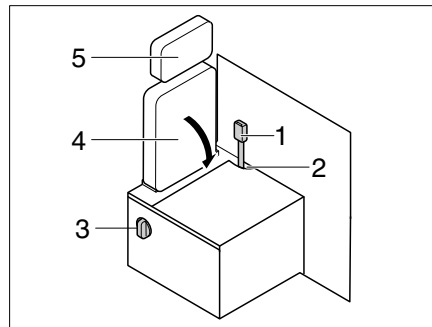

Fig. 218 Trasformazione posizione di marcia - zona abitativa
- Smontare il poggiatesta (Fig. 218,5) (vedi capitolo 5.7).
- Inserire la cintura di sicurezza (Fig. 218,1) nell'apertura (Fig. 218,2).
- Azionare la leva girevole (Fig. 218,3) e ribaltare lo schienale (Fig. 218,4).
▷ Per la trasformazione da zona abitativa a posizione di marcia, agire all'inverso. Assicurarsi che la cintura di sicurezza sia inserita nell'apertura (Fig. 218,2).